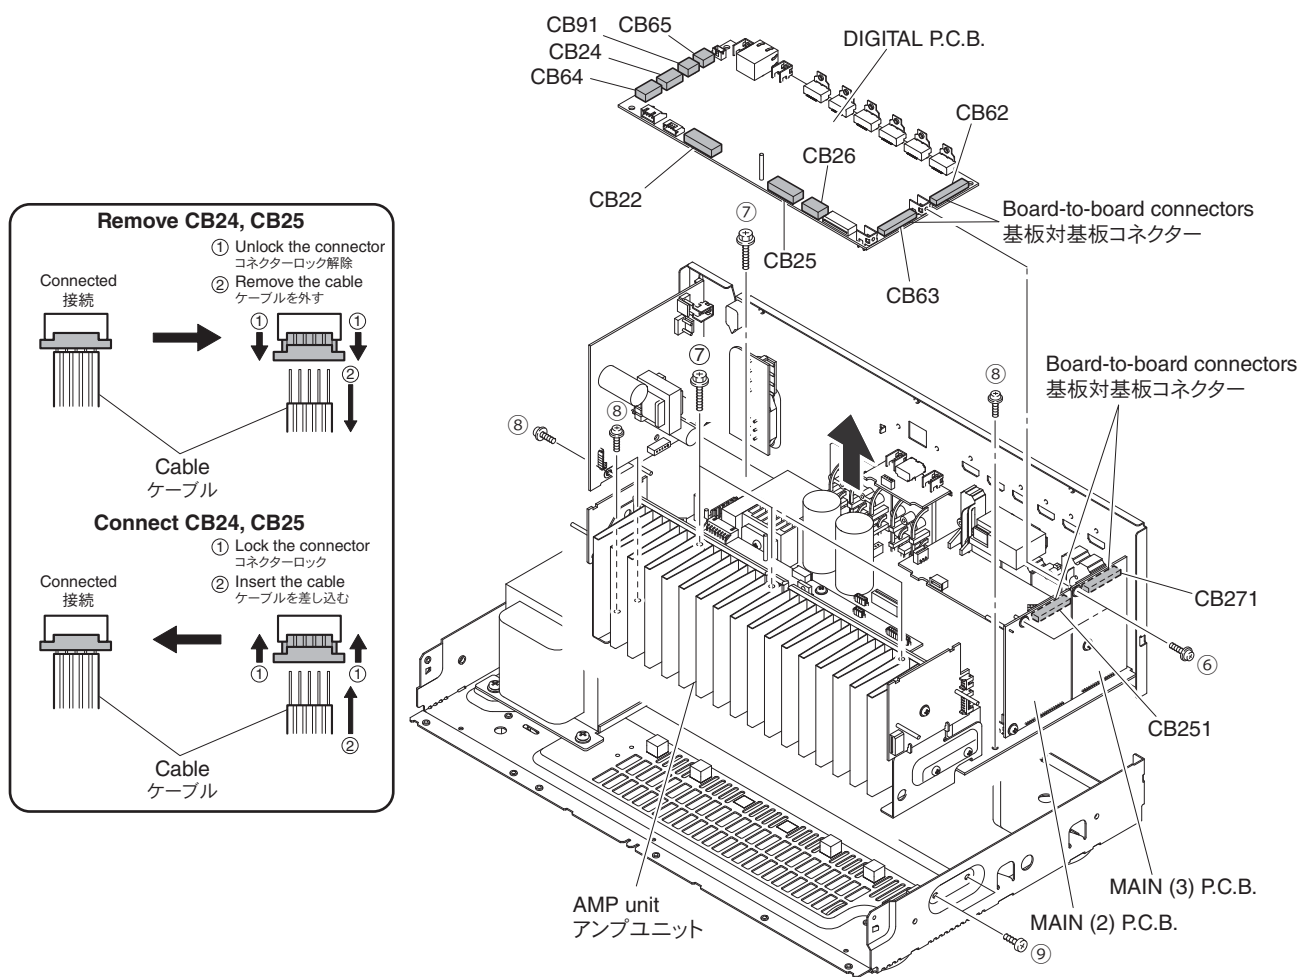

Fig. 2
- Remove 2 screws (⑥). (Fig. 2)
- Remove CB22, CB26, CB64, CB65 and CB91. (Fig. 2)
- Unlock and remove CB24 and CB25. (Fig. 2)
- Remove the DIGITAL P.C.B. which is connected directly to the MAIN (2) P.C.B. and MAIN (3) P.C.B. with board-to-board connectors. (Fig. 2)
- Remove 4 screws (⑦), 4 screws (⑧) and 2 screws (⑨). (Fig. 2)
- Remove the amp unit. (Fig. 2)
- ⑥ のネジ 2 本を外します。(Fig. 2)
- CB22、CB26、CB64、CB65、CB91 を外します。(Fig. 2)
- ロックを外し、CB24、CB25 を外します。(Fig. 2)
- DIGITAL P.C.B. を外します。ただし、DIGITAL P.C.B. は MAIN (2) P.C.B.、MAIN (3) P.C.B. に基板対基板コネクタで直接接続されています。(Fig. 2)
- ⑦ のネジ 4 本、⑧ のネジ 4 本、⑨ のネジ 2 本を外します。(Fig. 2)
- アンプユニットを外します。(Fig. 2)